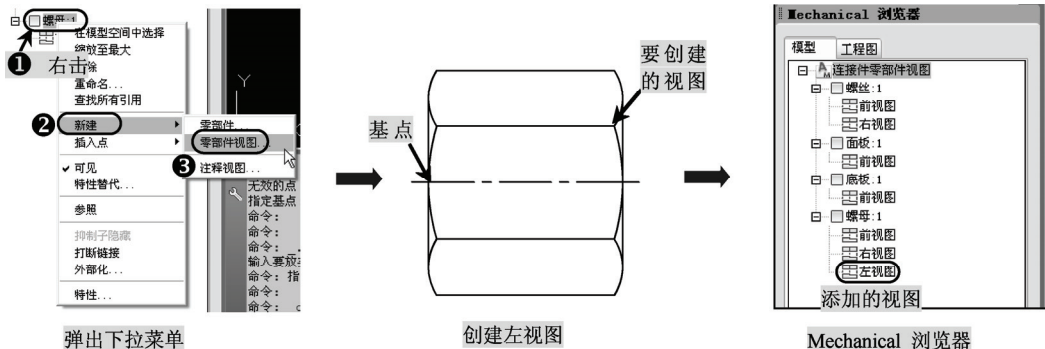

图 7-30 创建螺母左视图
7) 将鼠标指针移动到“Mechanical 浏览器”中的“螺母”零部件上,单击鼠标右键,弹出下拉菜单,依次选择“新建|零部件视图”,进入“零部件视图”命令,为螺母添加左视图,在命令行中将显示如下提示信息,如图 7-30 所示。